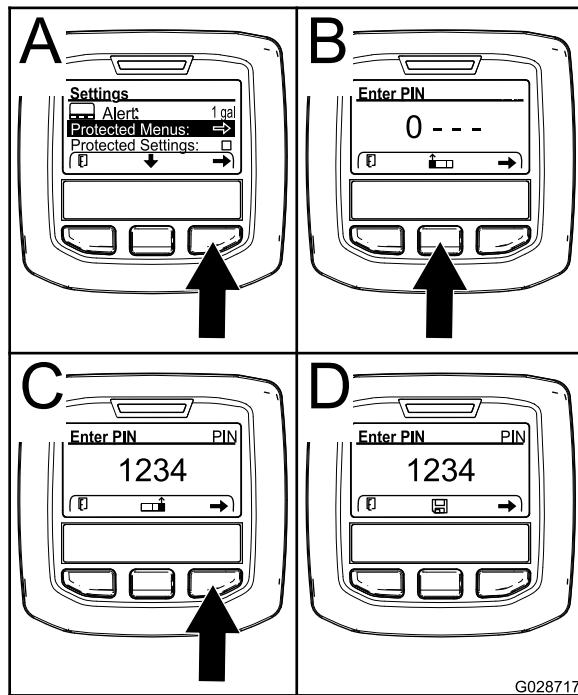

Figura 72
4. Carregue no botão de seleção direito para selecionar a opção de menus protegidos (A de Figura 72).
- Carregue no botão de seleção central (B de Figura 72) para aumentar o valor numérico (0 a 9).
- Carregue no botão de seleção direito (C de Figura 72) para mover o cursor para a posição numérica seguinte à direita.
- Nota:** Surge o ícone de guardar acima do botão de seleção central (D de Figura 72).